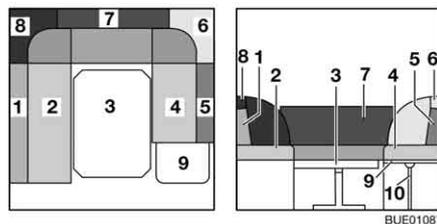

Bild 96 Während des Umbaus
- Stütze (Bild 96,10) in die Aufnahme an der Bettkasten-Verlängerung einsetzen.
- Die Rückenpolster (Bild 96,1, 5, 6, 7 und 8) abnehmen und beiseite legen.